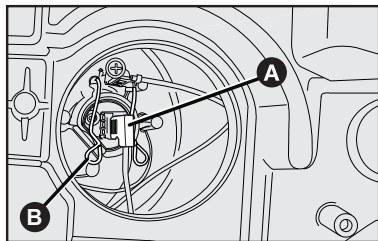

fig. 28
2) Soltar el conector **A-fig. 28** de alimentación de la lámpara;
3) Retirar el portalámparas presionando la presilla **B-fig. 28** lateralmente;
4) Retirar la lámpara, sustituirla, remontar el portalámpara y la ficha de conexión **A-fig. 28**, colocando por último la tapa **A-fig. 27**.